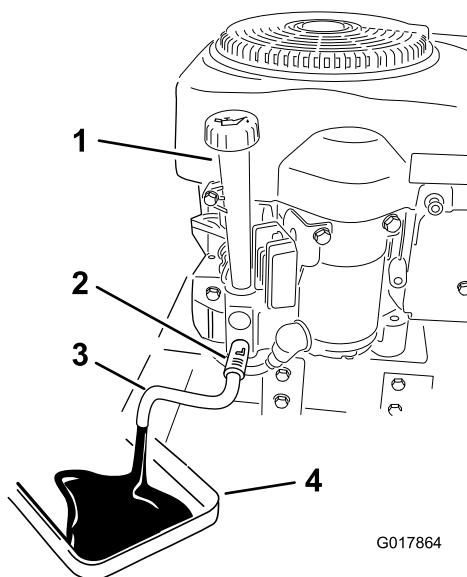

Figure 30
4. Nettoyez la surface autour du robinet de vidange sur le châssis de la machine. Trouvez le flexible de vidange d'huile et branchez-le au robinet de vidange (Figure 30).
6. Placez un bac de vidange sous la machine, juste sous le flexible de vidange, comme illustré à la Figure 30.
7. Tournez le robinet de vidange d'huile de 1/4 de tour dans le sens antihoraire pour l'ouvrir et permettre à l'huile de s'écouler. Enlevez le bouchon de remplissage/la jauge (Figure 30).
10. Versez lentement environ 80 % de la quantité d'huile spécifiée dans l'orifice de remplissage (Figure 30). Vérifiez le niveau d'huile; voir Contrôle du niveau d'huile.